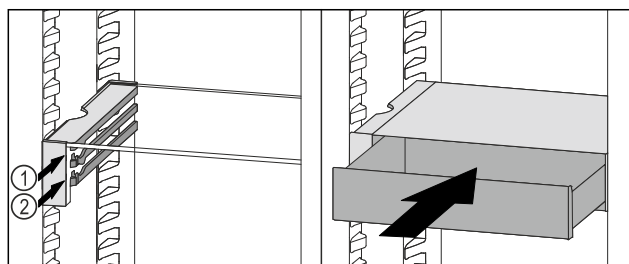

Fig. 60
- ▶ Placera VarioSafe-lådan bakom stopplackarna på önskad list Fig. 60 (1) eller Fig. 60 (2).